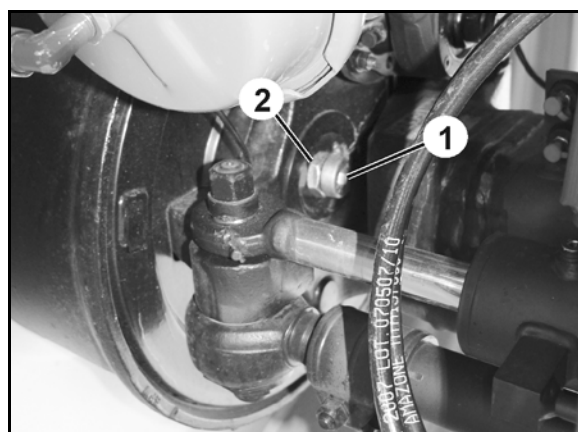

Fig. 45
Styresystemet AutoTrail, der sørger for, at trailersprøjten automatisk og næsten helt præcist følger traktorens kørespor, registrerer trækstangens vinkel (Fig. 45/1) i forhold til traktorens kørselsretning.
1. Sæt vinkelstangen (Fig. 45/2) i plastbøsningen (Fig. 45/3) stecken.
2. Sæt drejevinkelføleren (Fig. 45/4) ind i holderen (Fig. 45/5).